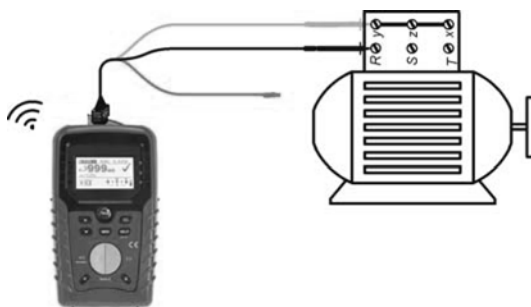

Bild 5.11: Anbringung des Universal-Prüfkabels
- ☐ **Schließen** Sie die Prüfleitungen am **Prüfling an** (siehe *Bild 5.11*).